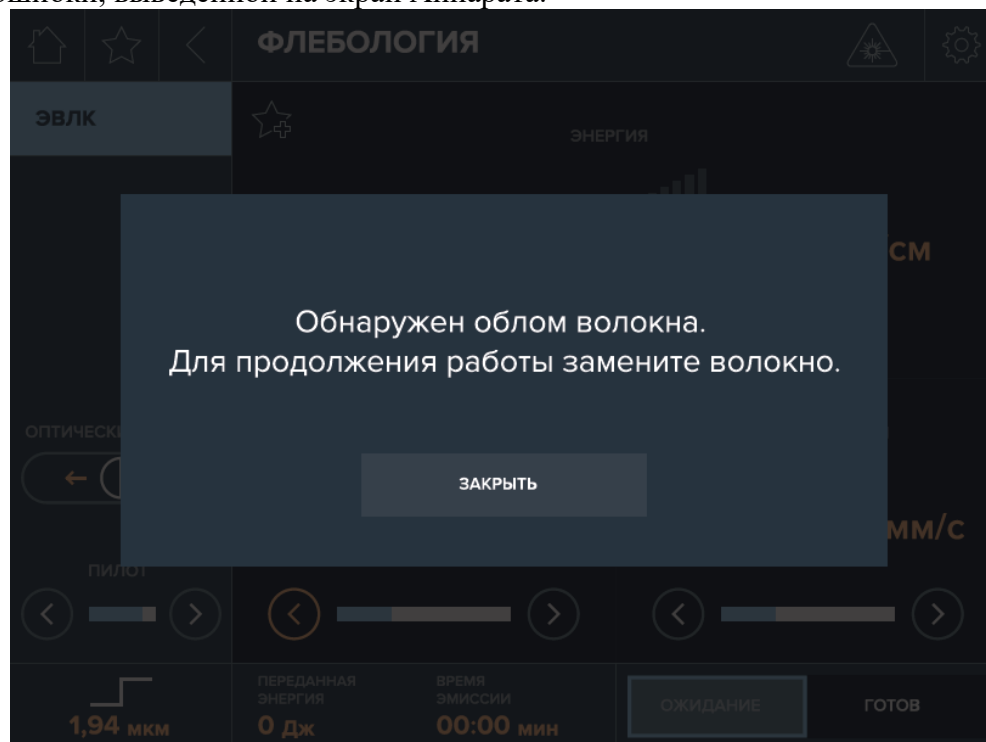

Рис.18- Оповещение об обнаружении облома волоконного инструмента
Для перехода на следующий экран сохранения пользовательского режима (рис. 18б) необходимо нажать кнопку (7).